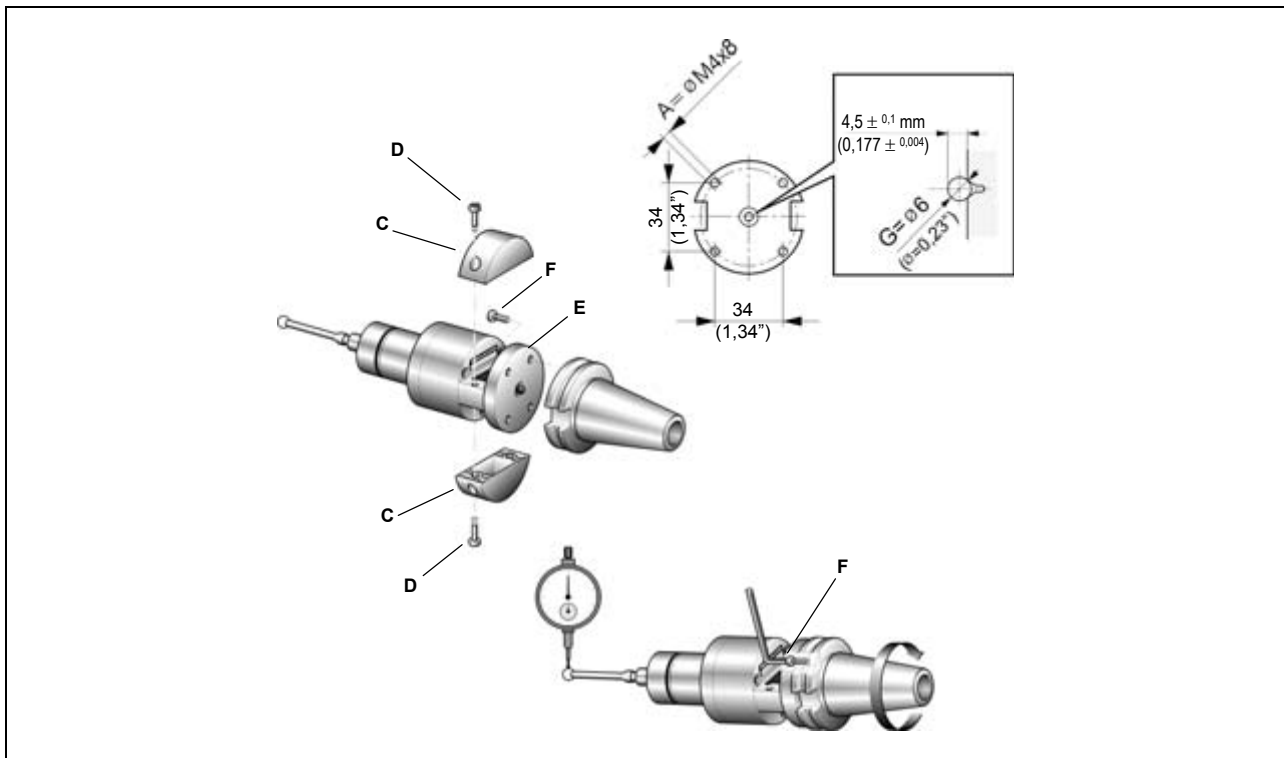

Figure 12-1
- Déposez les couvercles de la pile (C) de l'émetteur - vis (D) – pour accéder aux quatre orifices (E) sur la flasque. La fixation à la flasque standard peut avoir lieu de deux façons différentes :
- Pratiquez sur le cône quatre orifices filetés M4x8 (A) et un fraisage central (B) comme l'indique la Figure 12-1.
- Introduisez, entre l'émetteur et le cône, la sphère (G) $\varnothing 6$ mm fournie dans le kit.
- Fixez l'émetteur au cône avec les quatre vis (F).